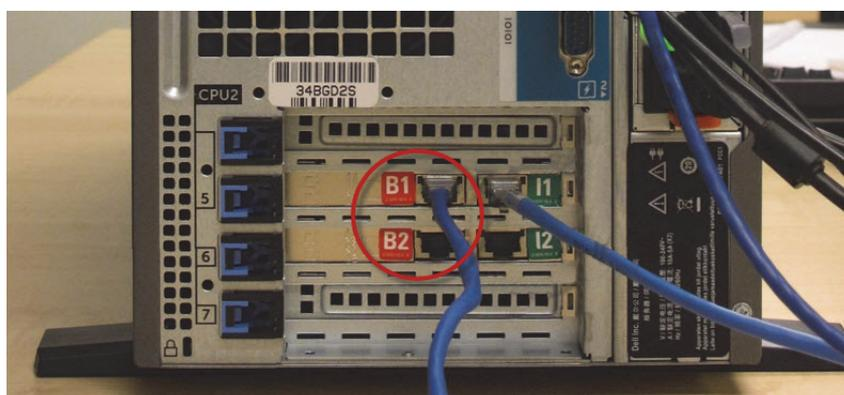

Figure 153 : Ports du pont de contrôleur
4. Débranchez le câble réseau Pont du port étiqueté **B1** ou **B2** sur le contrôleur principal. Voir Figure 153.